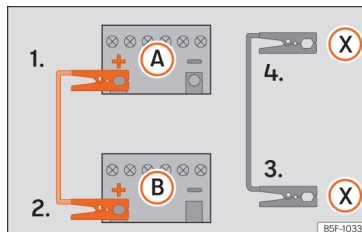

Abb. 193 Anschlusschema für Fahrzeuge mit Start-Stopp-System.
Starthilfekabel nur in folgender Reihenfolge an-klemmen 1 > 2 > 3 > 4 »» (Abb. 193).
Fahrzeuge mit Start-Stopp-System: Klemmen Sie ein Ende des schwarzen Starthilfekabels (X) an einen geeigneten Masseanschluss, ein massives, fest mit dem Motorblock verschraubtes Metallteil oder an den Motorblock selbst »» (Abb. 193).
5. Klemmen Sie das andere Ende des schwarzen Starthilfekabels (X) im Fahrzeug mit der entladenen Batterie an ein mit dem Motorblock verschraubtes, massives Metallteil oder an den Motorblock selbst, aber so weit wie möglich von der Batterie A entfernt an.